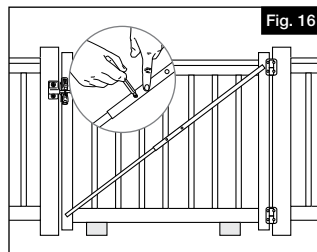

Fig. 16
- 13.** Utilice los bloques espaciadores como se muestra en la Figura 16 para verificar que el portón esté cuadrado y nivelado. En un lado del portón, extienda el tirante cruzado a lo largo del portón hasta el montante opuesto (tenga en cuenta que un lado estará junto a la bisagra) para determinar la longitud del tirante cruzado (Fig. 16). Marque los agujeros para tornillos provistos con un lápiz como se muestra en la figura (recuadro de Fig. 16). Perfore a través de las marcas con una broca de 1/8" (3,2 mm) y, a continuación, fije el tirante con tornillos #8 de 3/8" (9,5 mm) de punta roma (pieza L de la lista de componentes).